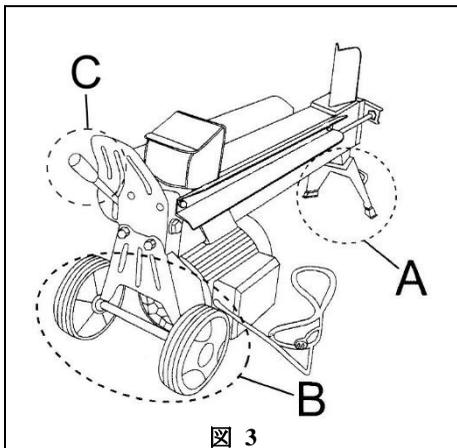

図 3
1. スタンドを付属のボルトとナットで本体に取り付けます。(図 3-A)
2. ホイール Assy を付属のボルトで本体に取り付けます。(図 3-B)
3. 油圧操作レバーを取り付けます。(図 3-C)